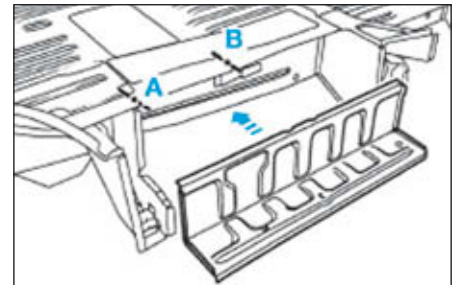

FIG.27
- Fraiser les points de soudure MAG du marché pied latéral avant (Fig.27).
- Tracer puis percer au Ø 8 mm pour soudage ultérieur par points bouchons (Fig.27).
- Souder par points bouchons MAG (Fig.27).